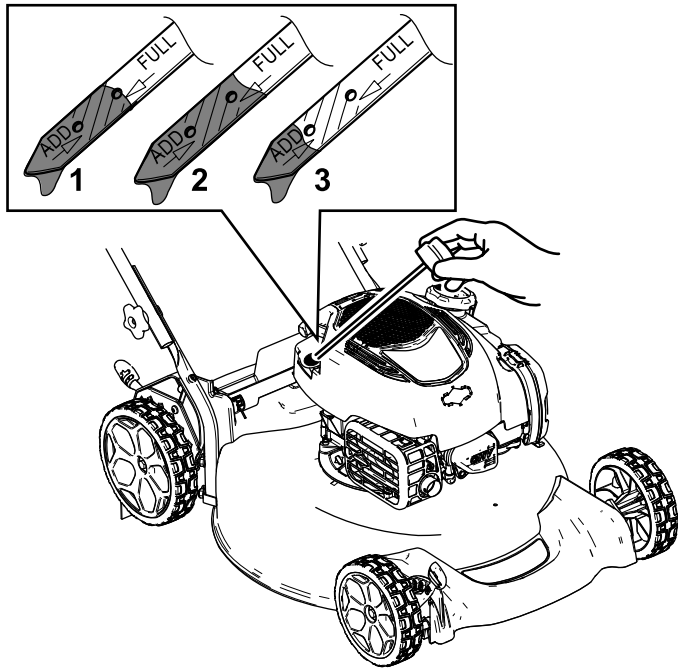

Bild 13
2. Entfernen Sie den Peilstab, indem Sie den Deckel nach links drehen und herausziehen (Bild 13).
5. Lesen Sie den Ölstand am Peilstab ab (Bild 13).
- Wenn der Ölstand am Peilstab zu niedrig ist (Bild 13), füllen Sie langsam etwas waschaktives Öl (SAE 30 oder SAE 10W-30) in den Öleinfüllstutzen, warten Sie drei
- Wenn der Ölstand am Peilstab zu hoch ist (Bild 13), lassen Sie Öl ab, bis der Ölstand am Peilstab richtig ist, siehe Wechseln des Motoröls \(Seite 18\).